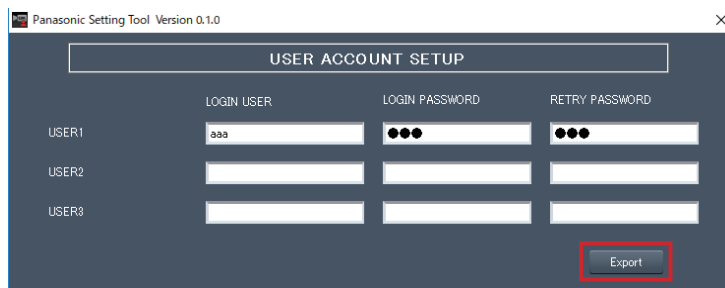

図 1
最大 3 名までのユーザーアカウントを登録することができます。(図 1)
- 3 [Export] ボタンをクリックする。(図 1)